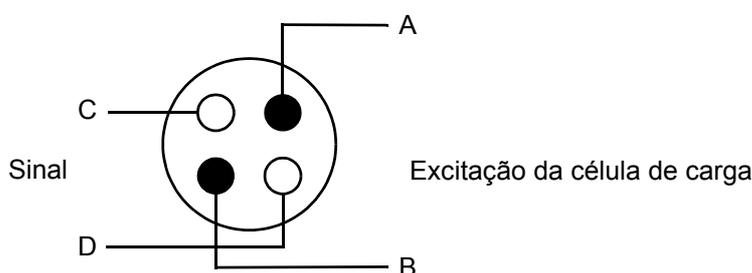

Figura 2-2. Disposição dos núcleos em um cabo de célula de carga
- O cabo da célula de carga **precisa ser um cabo robusto de quatro núcleos** (veja a figura 2-2). Pares diagonais devem ser utilizados nos circuitos de sinal e de excitação.